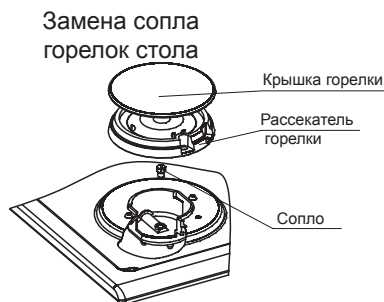

рис. 18
26.1. Проведение замены сопла при ремонте, а также при переводе на другой тип газа (рис.18)